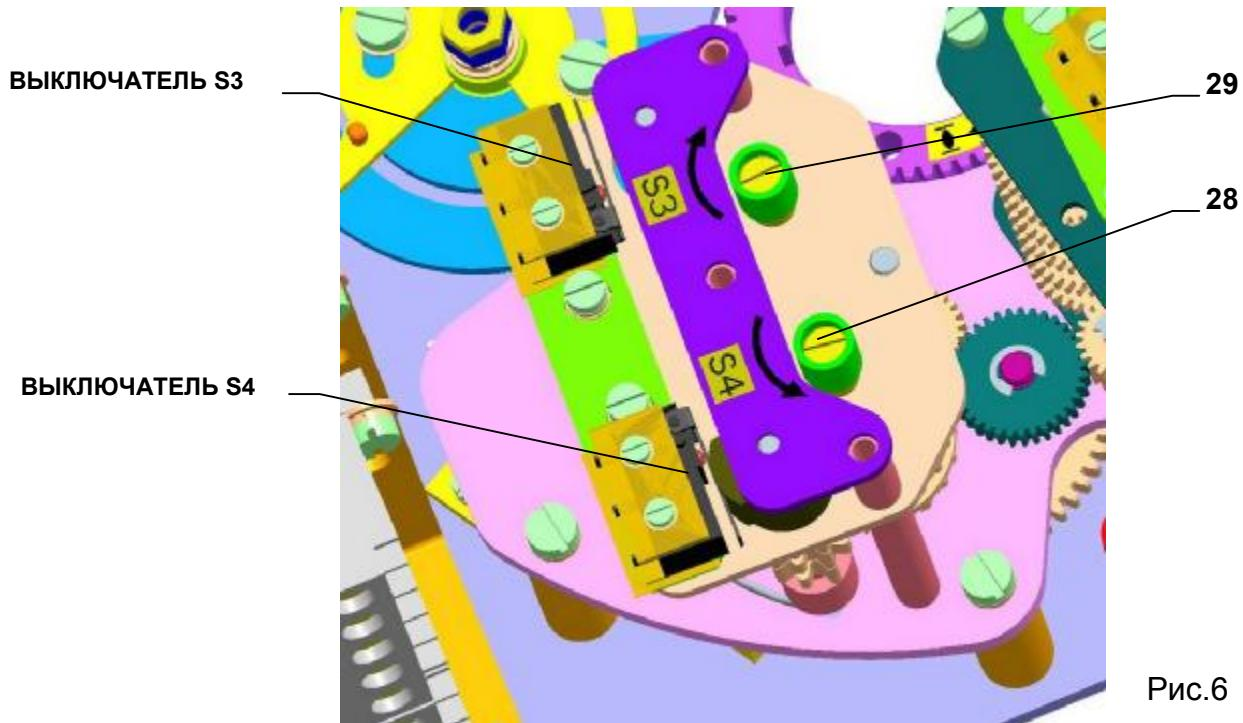

Рис.6
Проверка позиционных выключателей (рис. 6,8). При движении ЭП в направлении « закрыто » переключить контакты выключателей S4 либо S6 нажатием выключающего контакта соответствующего выключателя. При правильном подсоединении ЭП должен остановиться при переключении контактов выключателя S4 и сигнализировать при переключении контактов выключателя S6. Аналогично повторить испытание и для направления «открыто». При нажатии выключающего контакта выключателя S3 либо S5 ЭП должен остановиться, либо соответственно сигнализировать. В случае неисправности следует опять сконтролировать присоединение выключателей в соответствии с соединительной схемой.
4.2 Настройка выключателей положения S3,S4 (Рис.6)
ЭП в заводе-изготовителе настроен на 6-ий ступень хода для табл. №3 или на ход, соответствующий спецификации заказчика. При установке, настроении и перестановке выключателей положения и сигнализации поступайте следующим образом (Рис.6,7):
- ЭП перестановите в положение «открыто», электрическим путем или вручную. Если ЭП при перестановке электрическим путем, выключит от выключателя положения S3(Рис.6), отверткой вставленной в стопорный винт(29), вращайте после его оттеснения в направлении стрелки (смотри Прим. №1) и продолжайте в перстановке ЭП в положение «открыто».
- ЭП перестановите в положение «закрыто», электрическим путем или вручную. Если ЭП при перестановке электрическим путем, выключит от выключателя положения S4(Рис.6), отверткой вставленной в стопорный винт(28), вращайте после его оттеснения в направлении стрелки (смотри Прим. №1) и продолжайте в перстановке ЭП в положение «закрыто».